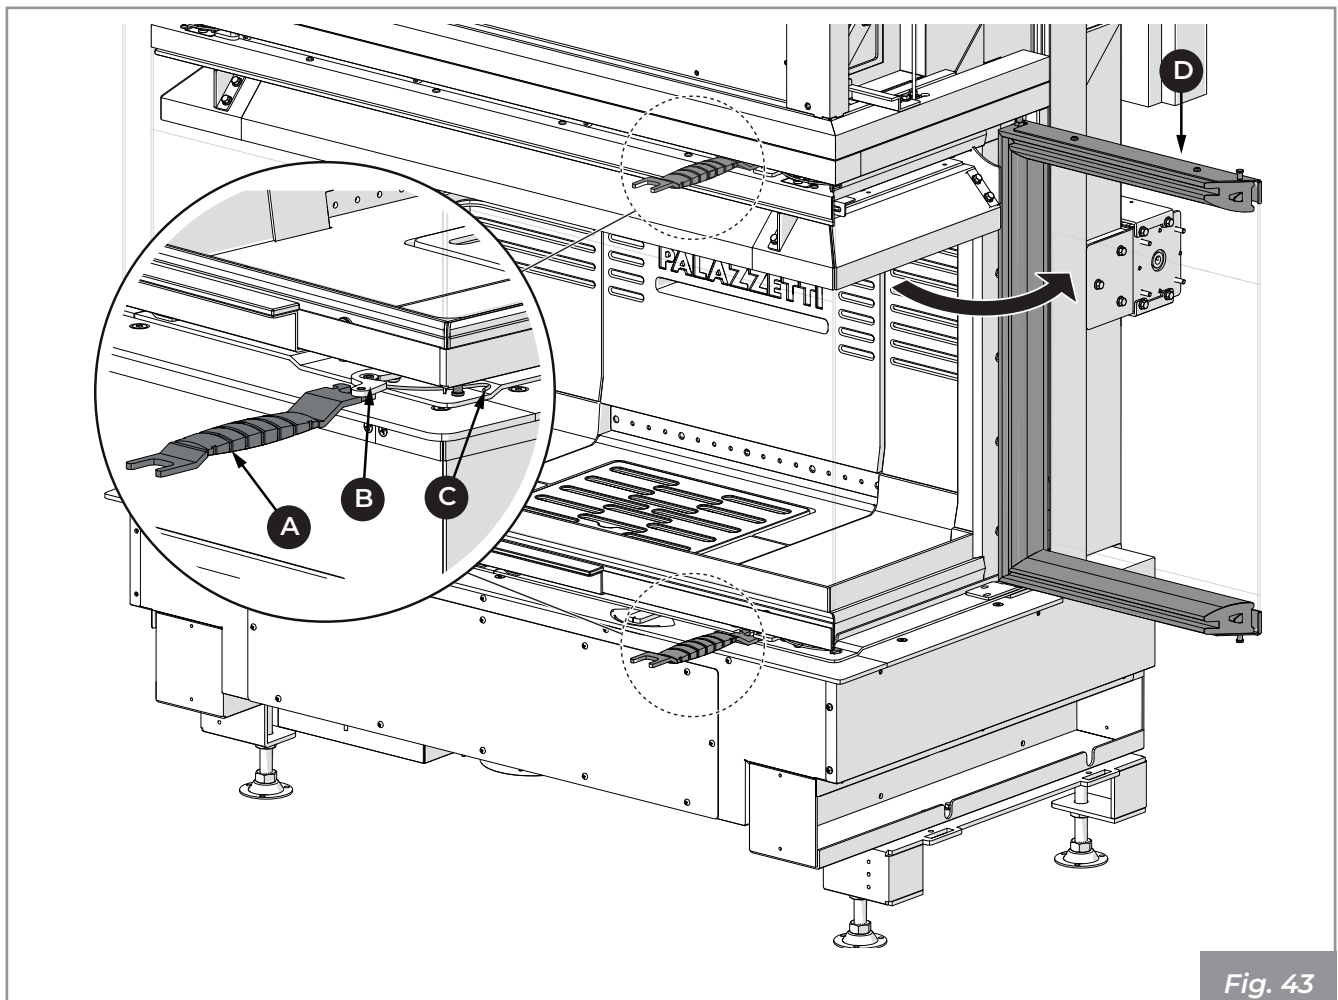

Fig. 43
- 1) Utiliser la poignée froide (A) pour tourner le levier (B) et libérer le crochet (C)
- 2) Ouvrir le battant (D) (**Fig. 43**).